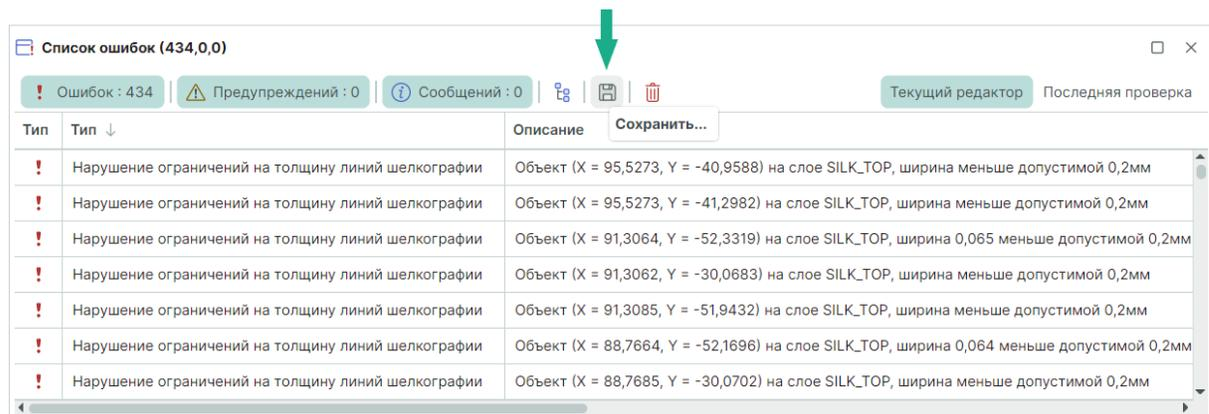

Рис. 528 Экспорт списка нарушений
1. Вызовите инструмент «Сохранить...», обозначенный символом , см. Рис. 528.